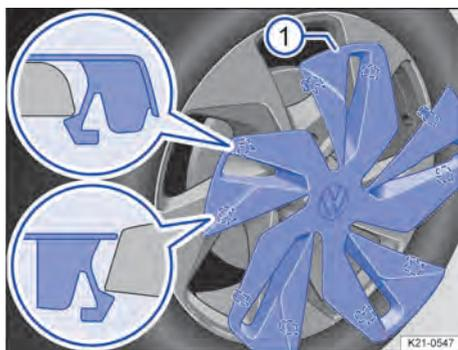

Fig. 192 Colocar a calota integral (variante 2)
3. Pressionar cuidadosamente as partes individuais da calota integral contra o aro na área mostrada → Fig. 192 ①. Certificar-se de que os suportes da calota integral estejam encaixados com firmeza e não se dobrem ou se rompam.
- Certificar-se de que os suportes da calota integral não se inclinem, dobrem ou rompam ao colocar a calota → Fig. 192.